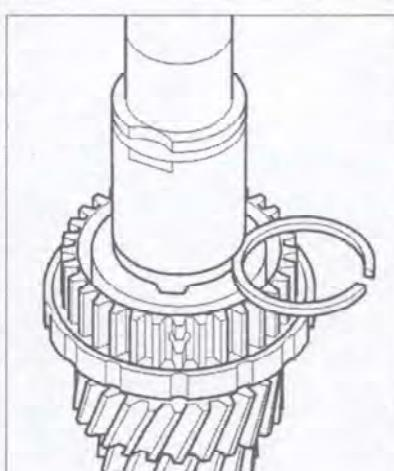

Рис. 7.260. Установите наиболее широкое стопорное кольцо на вал.
3. Установите наиболее широкое стопорное кольцо на вал (рис. 7.260).